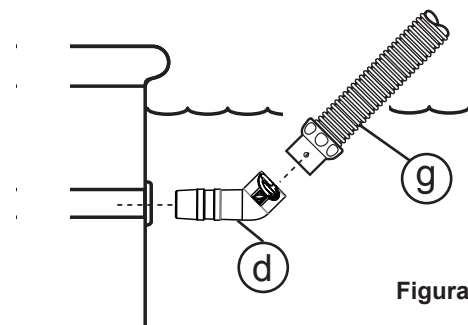

Figura 3
3. Inclíne el codo hacia arriba, hacia la superficie del agua (figura 3).